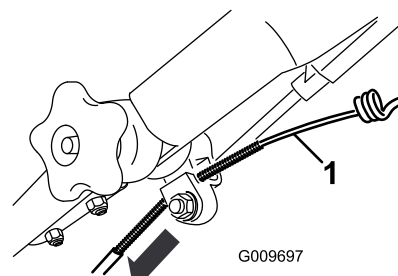

Рисунок 48
3. Тяните за оболочку тросика вниз до тех пор, пока не будет выбрана вся слабина на открытой части тросика (Рисунок 48).